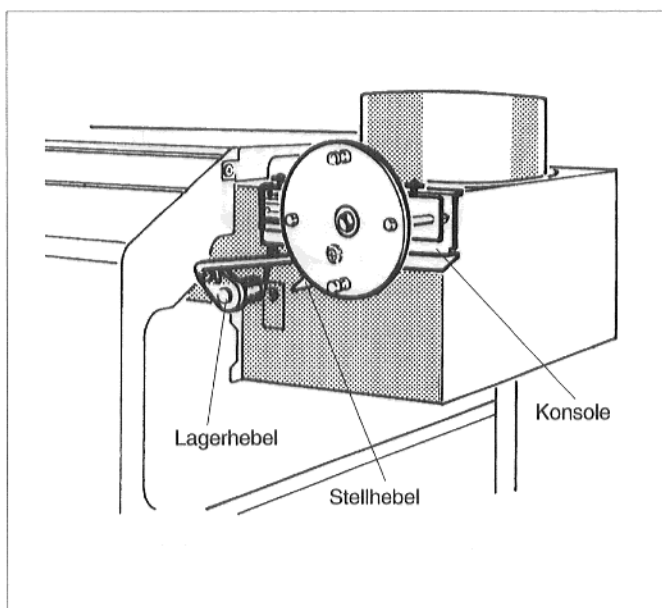

Abb. 7
13. Konsole mit den drei Blechschrauben an der Strömungssicherung lose anschrauben (Abb. 7).